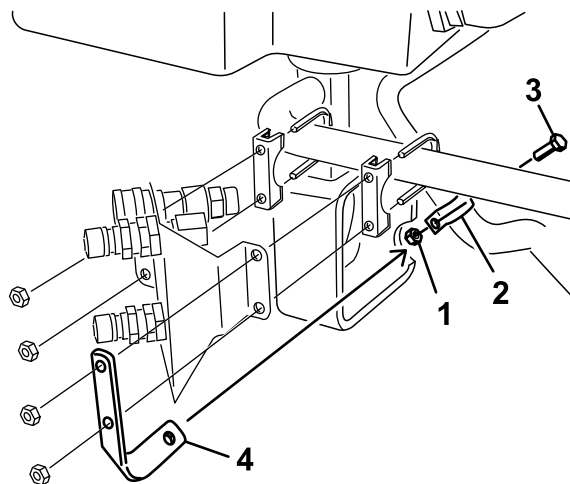

Figura 27
6. Instale um grampo em R no grande tubo hidráulico como se mostra em Figura 27. Instale o grampo em R no suporte de fixação com um parafuso (5/16 x 7/8 pol.) e porca (5/16 pol.) (Figura 27).